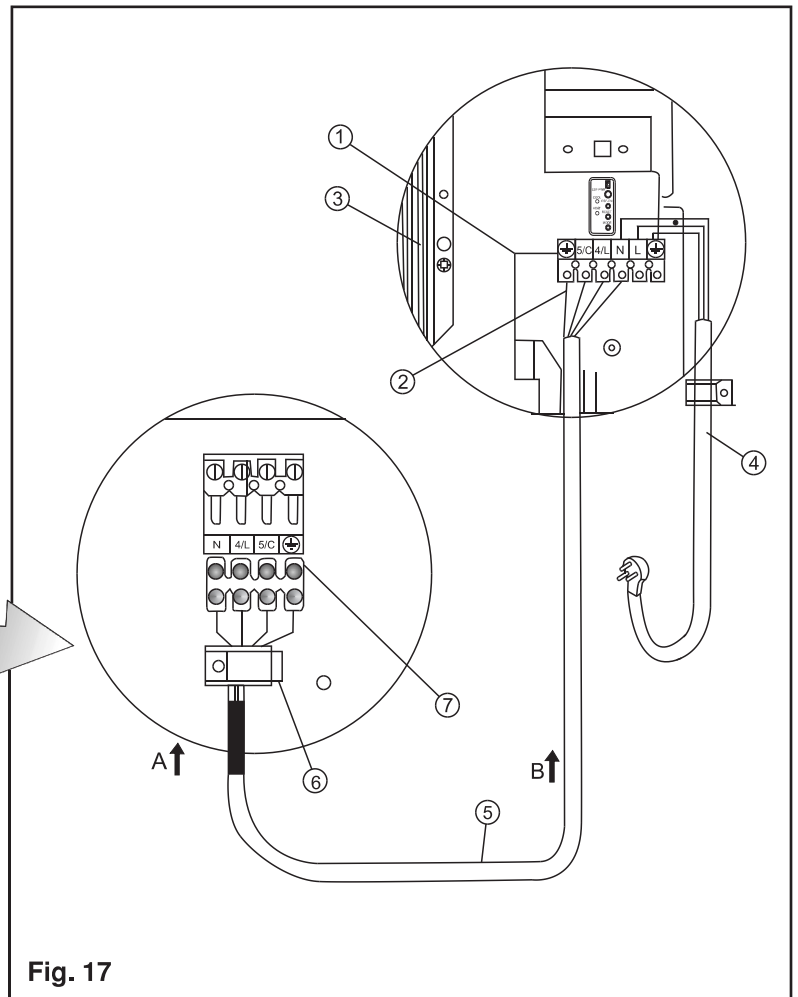

Fig. 17
3. Raccorder les extrémités des câbles aux borniers des unités intérieure et extérieure, comme illustré sur la figure 17.